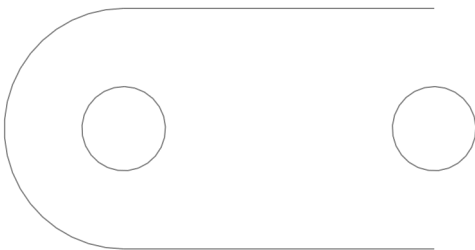

图 2-10 打开素材模型
(1) 单击常用工具栏中的【打开】按钮，打开一幅素材模型，如图 2-10 所示。